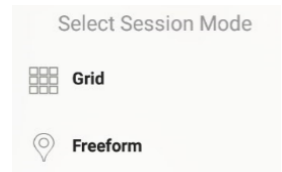

Figure 1. Écran Mode Session
4. Sélectionner une session existante ou créer, nommer et sélectionner une nouvelle session. Le système passera alors à l'écran **Sélectionner Mode Session** (Fig. 1). Sélectionnez si vous utilisez le mode Grille ou Forme libre (version Pro uniquement) pour collecter des données.